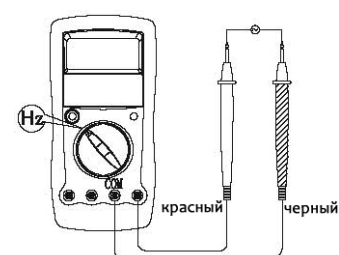

Рис.8.
10.3. Измерение частоты (См. Рис.8.).